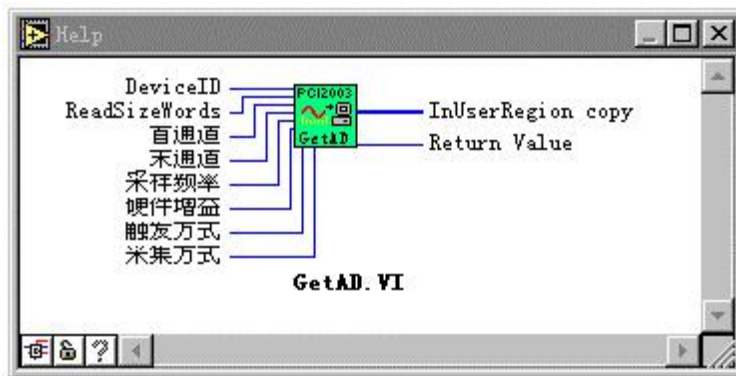

图 6 GetAD.VI 模拟数据采集驱动程序
如您要实现通过本设备实现 AD 采样，您只点击“GetAD.VI”驱动器，然后往 Diagram 窗口一放置，即可得到形如  的单个图标，它有许多诸如元器件或芯片的所具有的管脚，如图 6：
然后将鼠标指向需要在线帮助的图标上，即可弹出该图标的各个管脚的定义。比如图 6 中的内容就是这样得到的。
1. 数据采集驱动器如图 6